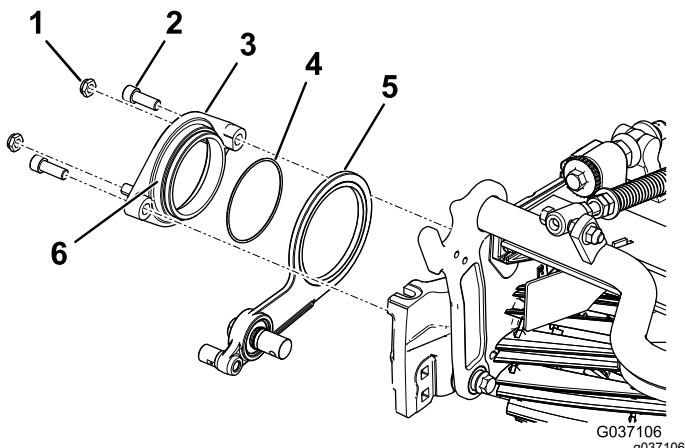

Figura 10
- Aplique composto antigripagem no diâmetro exterior do conjunto do terminal de articulação (Figura 10).
- Fixe o terminal de articulação sob o conjunto do rolete do cilindro utilizando dois parafusos de cabeça sextavada (Figura 10).
- Instale sem apertar as duas porcas de bloqueio no terminal da articulação (Figura 10).